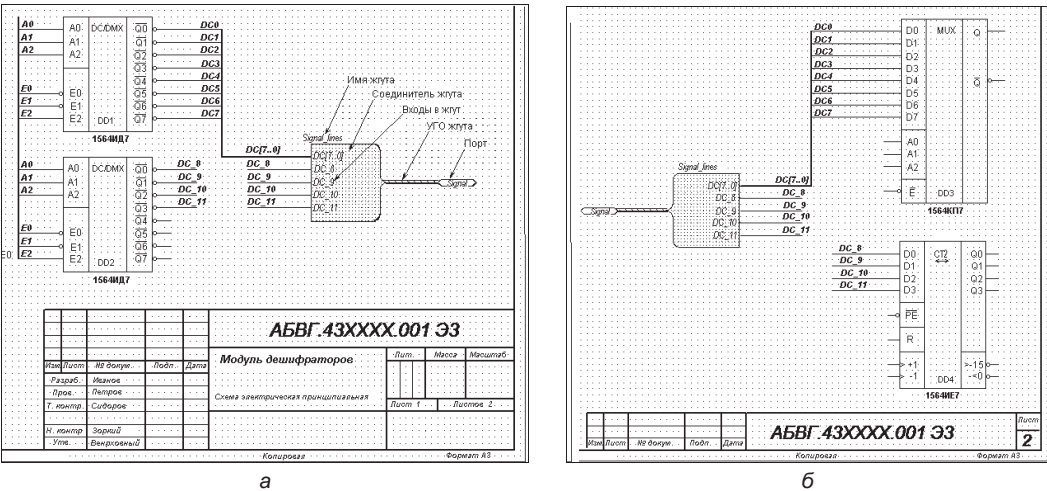

Рис. 4.31. Схемные документы многолистового проекта с объединением связей в жгут
6. Командами **Place | Wire** и (или) **Place | Bus** подвести ко входам в жгут линии связи, обозначив их соответствующими метками **Net Label** (рис. 4.31, а).
2. Построить во втором листе схемы структуру жгута, повторяющую структуру жгута в первом листе. В качестве альтернативы можно командами **Edit | Copy** и **Edit | Paste** перенести копию жгута из первого листа схемы во второй лист. При установке можно отразить копию зеркально (рис. 4.31, б).